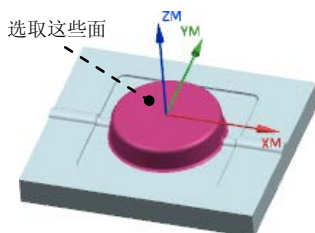

图 8.10 指定切削区域
Step2. 在图形区中选取图 8.10 所示的面（共 12 个）为切削区域，然后单击“切削区域”对话框中的按钮，系统返回到“深度加工轮廓”对话框。